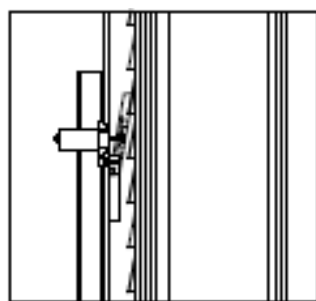

Fig. 19
6. Si el cilindro hidráulico se rompe, las cuñas de seguridad se dispararán (fig.19), ubicado dentro de las columnas. Las cuñas son empujadas por el resorte e inmediatamente detienen el carro evitando su descenso.
9. Si el cable no está equilibrado, asegúrese de que los sistemas de trabajo, tales como los dispositivos de las contrapesas según (Fig.20). Están funcionando bien (Ver Fig.19).